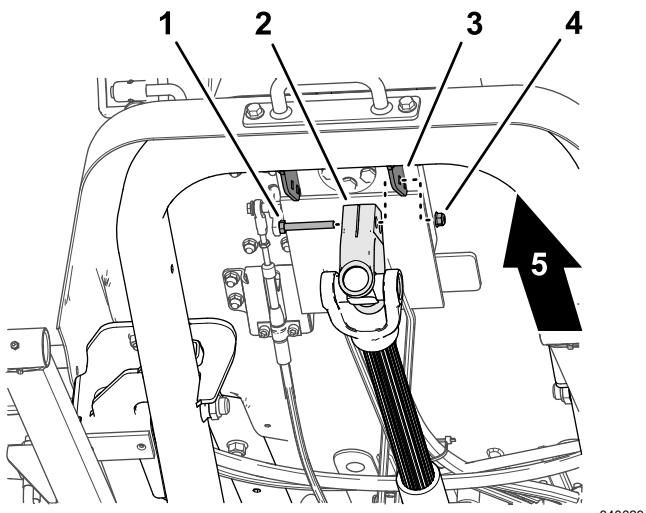

Figura 16
1. Mientras sostiene el árbol de transmisión, retire el tornillo de caperuza y la contratuerca que fijan la horquilla del árbol de transmisión al soporte de montaje de la válvula de dirección (Figura 16), y baje con cuidado el árbol de transmisión.